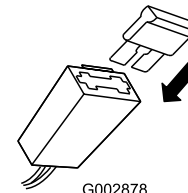

Figura 40
2. Cambie el fusible del portafusibles (Figura 40).